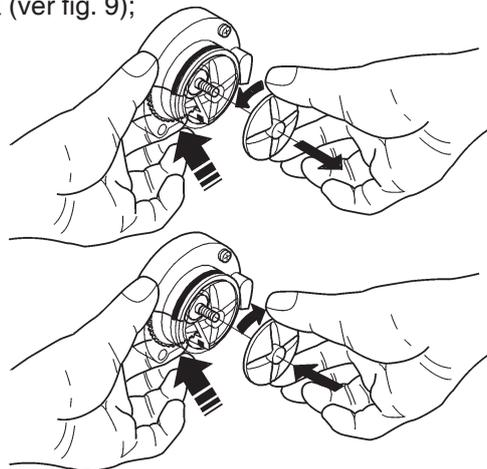

Fig. 9
- para destornillar las ruedas de paletas es suficiente bloquear con un dedo el disco montado sobre el eje de la motobatidora (ver fig. 9);